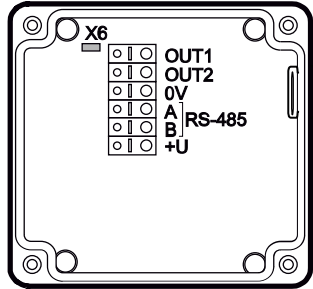

Рисунок 9 – Установка перемычки
2. Установить перемычку X6 (см. рисунок 9).